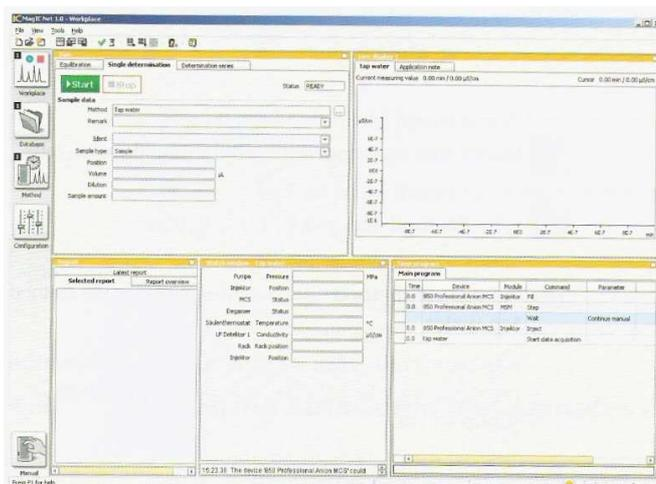

Figura 7.3 – Janela do software Magic Net IC, abrindo o software.
- A próxima etapa está relacionada com a limpeza do injetor de amostra. Neste momento, abrir o software em IC. Abrirá uma janela como a Figura 7.3.